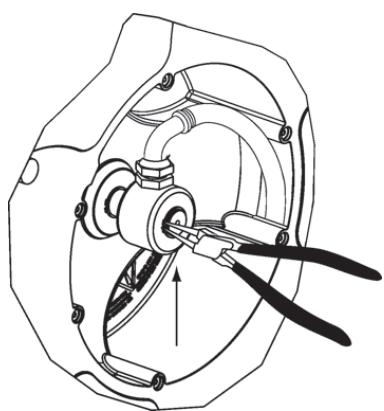

Fig. 17
- Remove the circlip and pull the swivel. Be careful not to damage the swivel O-Ring (fig. 17).
- Quite la arandela de seguridad y tire de la rótula hacia fuera con cuidado de no dañar la junta interior (fig. 17).
3. Enlever le circlip et tirer sur la rotule. Attention à ne pas endommager le joint torique intérieur (fig. 17).
3. Entfernen Sie den Spannring und entnehmen Sie das Drehgelenk. Vorsicht, beschädigen Sie nicht den O-Ring des Drehgelenks (Fig. 17).